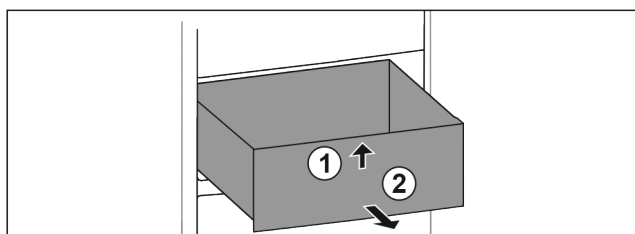

Fig. 191
- Sollevare il cassetto dal davanti. Fig. 191 (1)
- Rimuovere il cassetto tirandolo in avanti. Fig. 191 (2)